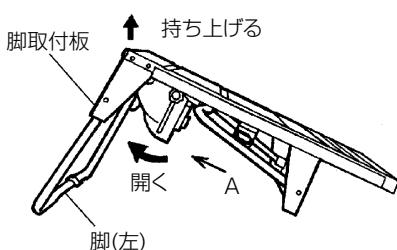

図 14
- (2) 図 14 のように本体の片側を持ち上げた状態で、脚（左）を脚取付板に突当るまで開きます。